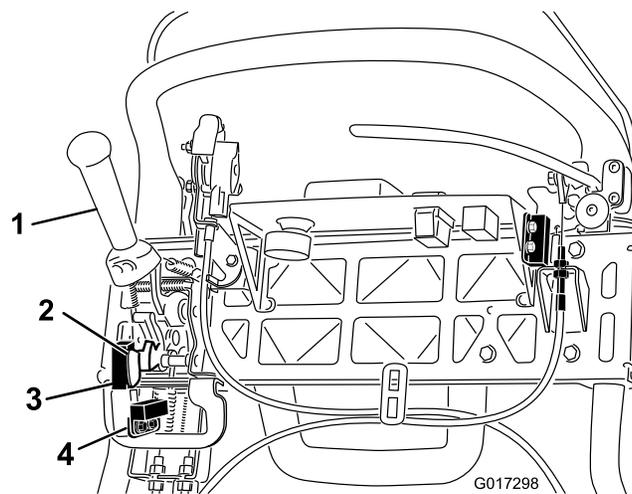

Figure 39
4. Desserrez les fixations du contacteur de sécurité (Figure 39).
5. Placez une cale de 1,6 mm d'épaisseur entre le levier de commande de déplacement et le contacteur de sécurité (Figure 39).
4. Desserrez les fixations du capteur de tonte (Figure 39).
5. Placez une cale de 1,6 mm d'épaisseur entre l'indicateur de capteur de tonte et le capteur de tonte (Figure 39).